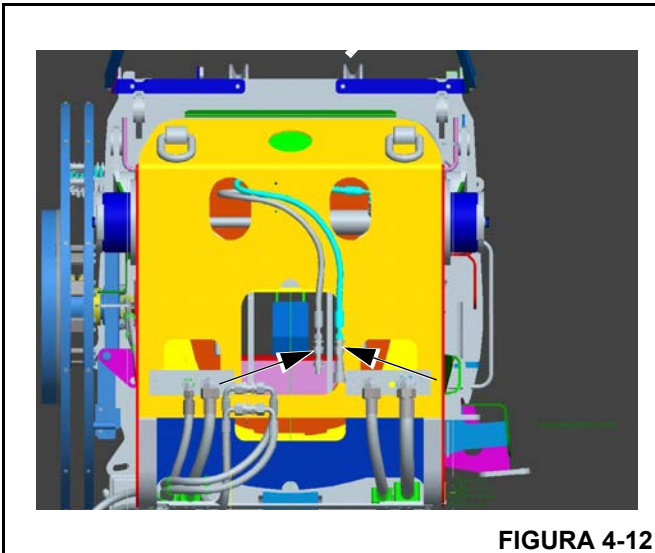

FIGURA 4-12
- 24. Desconecte as mangueiras dos cilindros do pino do contrapeso (Figura 4-11) e conecte ao cilindro do pino da lança. As mangueiras do cilindro do pivô da lança são acessadas pela traseira da lança (Figura 4-12).